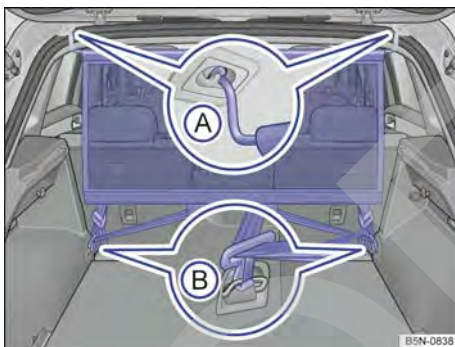

Fig. 194 Red de separación montada.
- Enganche la red de separación en el alojamiento izquierdo del techo → fig. 194 ①. Asegúrese de tirar de la varilla transversal hacia abajo más allá de la posición superior.
- Enganche la red de separación en el alojamiento derecho del techo comprimiendo la varilla transversal → fig. 194 ②.
- Enganche los dos ganchos de la red de separación en las argollas de amarre del maletero → fig. 194 ③ y tense bien los cinturones de fijación.
- Desenganche los ganchos de la red de las argollas de amarre → fig. 194 ④.
- Desenganche la red de separación del alojamiento derecho del techo → fig. 194 ⑤ comprimiendo la varilla transversal.